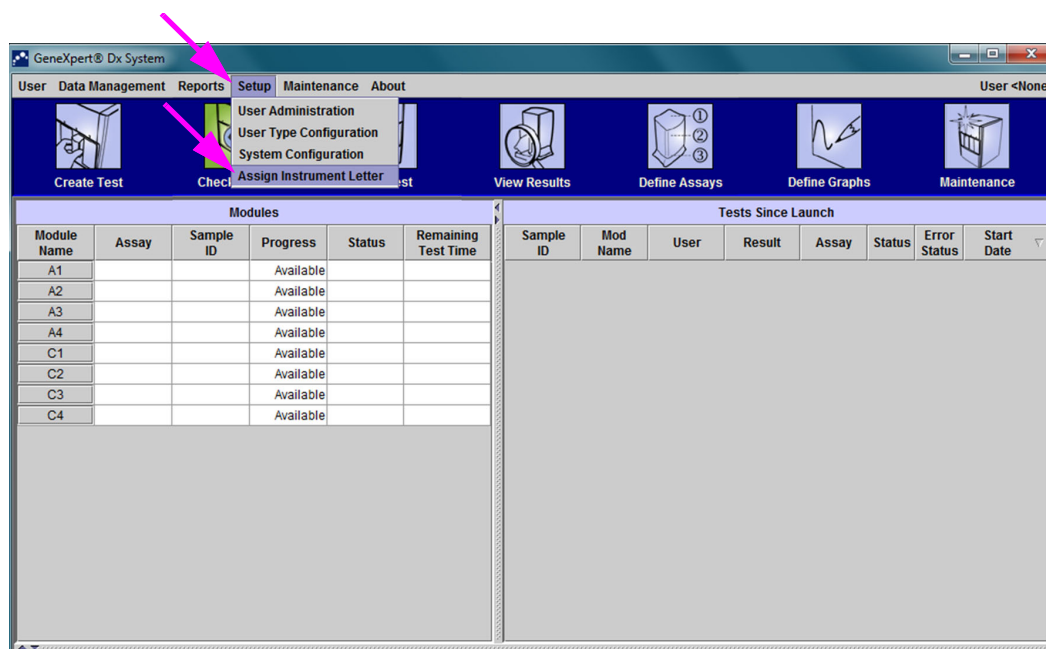
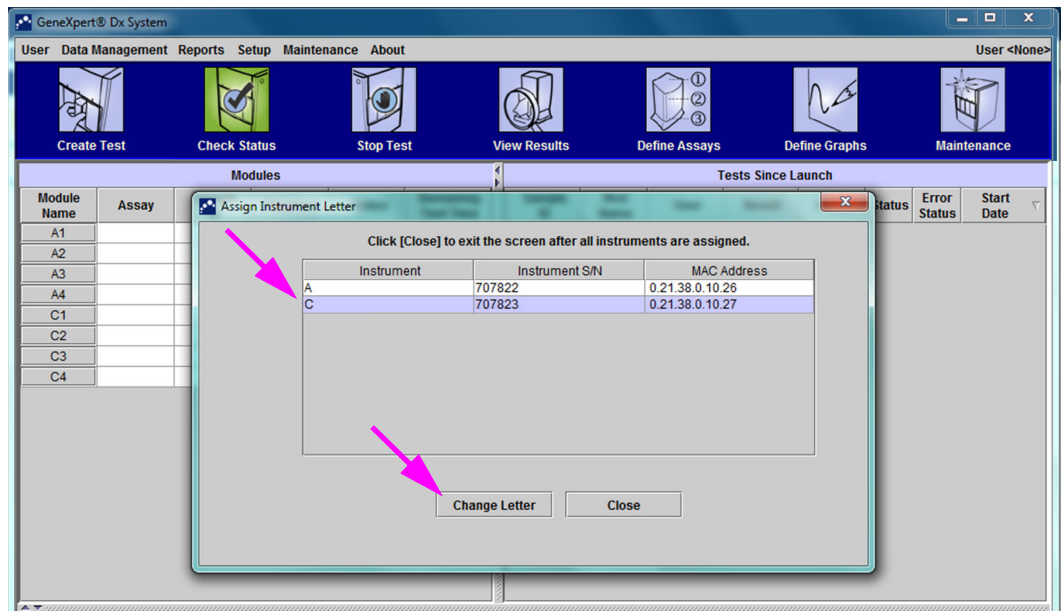

Figura 2-66. Fereastra sistemului GeneXpert Dx, afișând meniul vertical Configurare
Figura 2-67. Fereastra sistemului GeneXpert Dx cu caseta de dialog Alocare literă instrumentului suprapusă
3. Pentru a vă asigura că alocările literelor se potrivesc cu instrumentul GeneXpert GX-XVI, faceți clic pe **Configurare (Setup)** în bara de meniu din fereastra sistemului GeneXpert Dx (consultați Figura 2-66), apoi selectați **Alocare literă instrumentului (Assign Instrument Letter)** din meniul vertical. Se afișează caseta de dialog Alocare literă instrumentului (Assign Instrument Letter) (consultați Figura 2-67). În același timp, indicatoarele LED verzi ale celor patru module care cuprind cadranul selectat vor lumina intermitent.
4. Pentru a schimba litera alocată, faceți clic pentru a selecta instrumentul pe care doriți să îl modificați și apoi faceți clic pe **Modificare literă (Change Letter)** în caseta de dialog Alocare literă instrumentului (Assign Instrument Letter) (consultați Figura 2-67).
6. Faceți clic pe **Închidere (Close)** pentru a închide caseta de dialog Alocare literă instrumentului (Assign Instrument Letter) (consultați Figura 2-67).